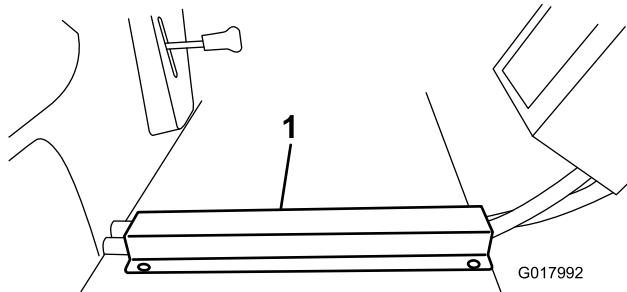

Bild 23
3. Setzen Sie den Schlauchkanal über die Schläuche am Fahrzeugboden und fluchten Sie die vordere Kante mit der Vorderkante des Fahrzeugbodens aus. Markieren und bohren Sie Löcher in den Fahrzeugboden und setzen Sie Blechschrauben ein (Bild 23).